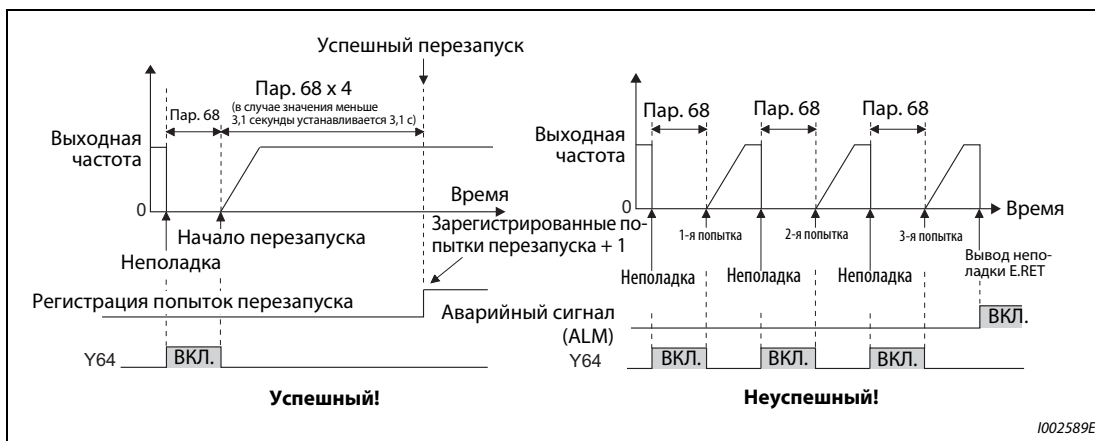

Рис. 5-128: Пример успешного и неуспешного перезапуска
- Если количество попыток перезапуска превышает значение, установленное в параметре 67, выводится сообщение об ошибке "E.RET" (см. также рис. 5-128).